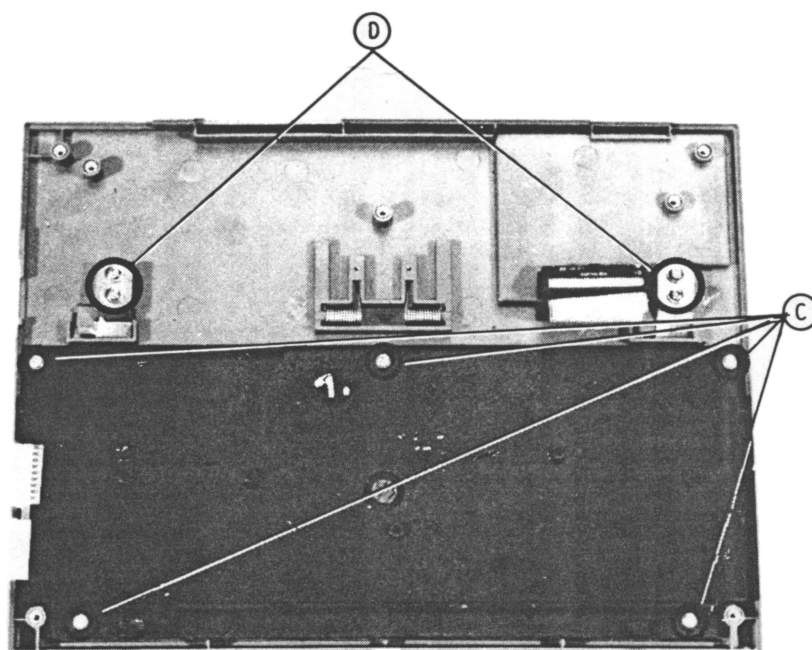

Fig. 2-3 Rimozione della tastiera e del display
5. Svitare le cinque viti C (Fig. 2-3) che assicurano la tastiera ed estrarla.
6. Svitare le 4 viti D (Fig. 2-3) che fissano le piastrine a molla.